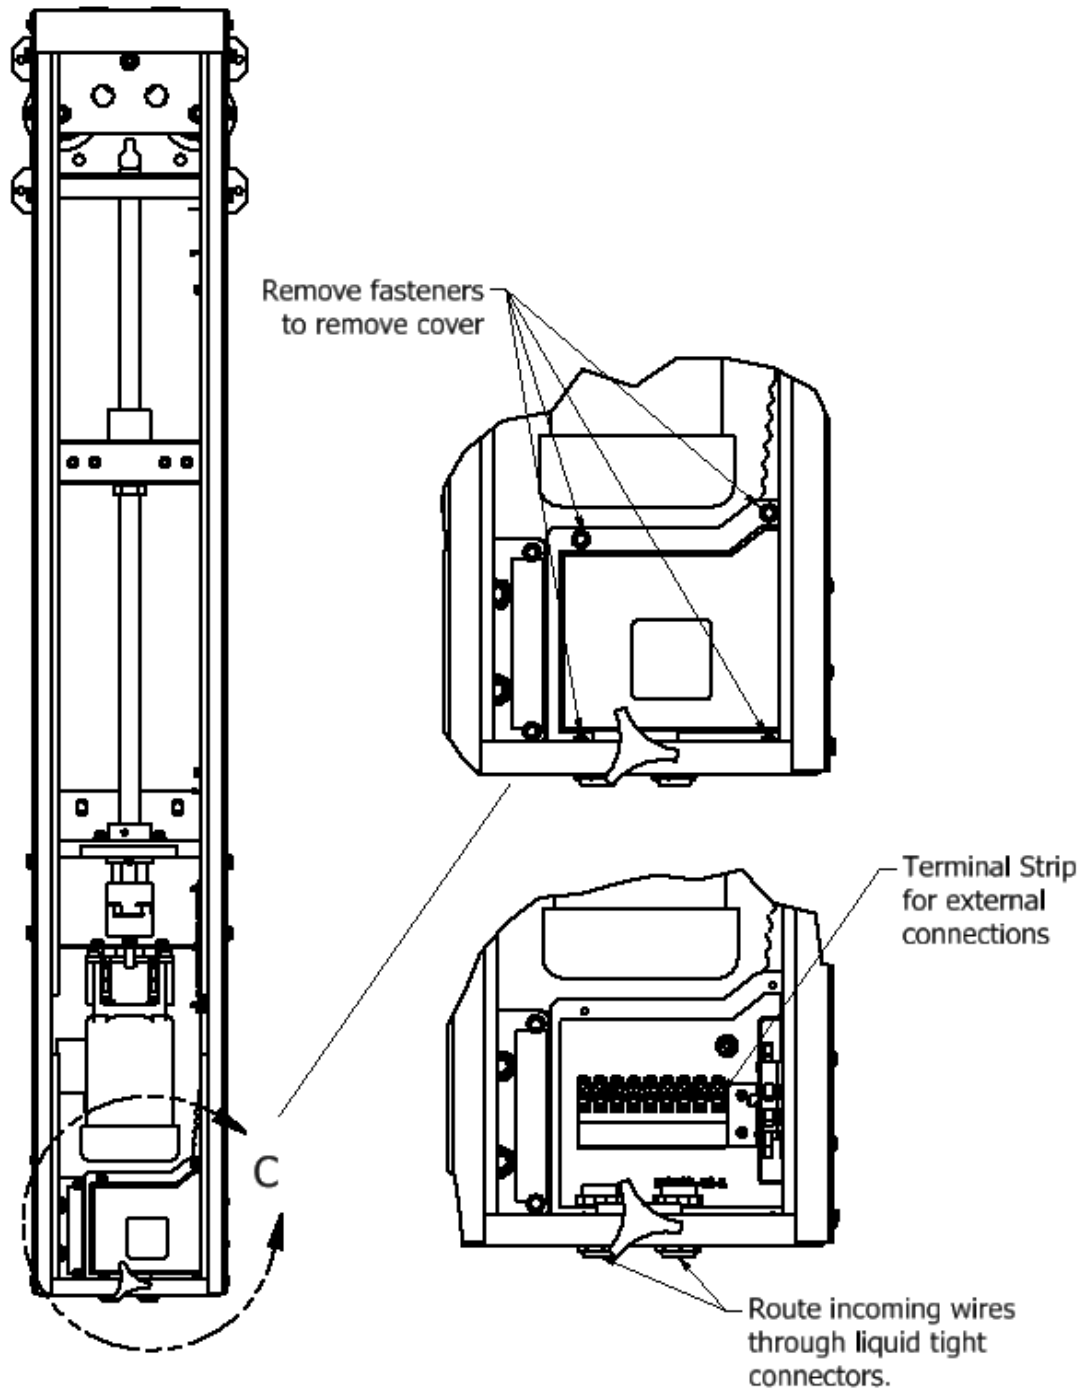

Figura 19
26. Para hacer conexiones eléctricas, retire la tapa de plástico interior por (Figura 19) retirando (4) sujetadores y quitar la tapa. Los cables deben ser dirigidos a través de conectores de ajuste impermeables provistos. Se debe tener cuidado con la ruta de los cables adentro alejándolos de los ensamblajes de interruptores de límite para evitar daños en los cables o interferencia con la operación de los interruptores de límite.